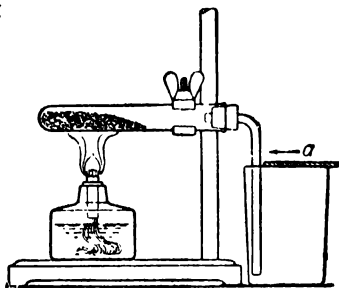

Рис. 25. Прибор для получения кислорода.
Так как кислород немного тяжелее воздуха, его можно собирать не над водой, а вытесняя им воздух из сосуда, который наполняют кислородом. На рис. 25 показано наполнение кислородом стакана. Газоотводная трубка погружена почти до дна стакана. Стакан прикрыт куском картона *a*. Кислород собирается на дне стакана и, вытесняя воздух, постепенно наполняет стакан доверху.
■ *Опыт*. Смешайте на чистом листе бумаги (не в ступке!) 2 ложечки бертолетовой соли и одну ложечку двуокиси марганца. Пересыпьте в пробирку, укрепите её на штативе горизонтально, как на рис. 25, и нагревайте смесь, начиная от донышка пробирки. Собирайте кислород в стакан или банку. От времени до времени испытывайте тлеющей лучинкой, которую не оставляйте гореть в кислороде, чтобы его не тратить, а сейчас же вынимайте.
Как только сосуд наполнится кислородом, поднимите штатив вместе с пробиркой и оставьте наполненный сосуд, закрыв его картоном (двигайте картон по направлению стрелки, рис. 25), а на его место поставьте пустой.